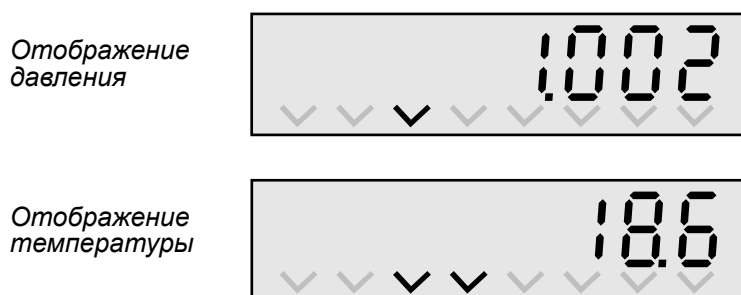

Рисунок 25 Отображение измеренных значений
2.4.3 При проверке работы каналов измерения давления и температуры можно воспользоваться схемой В.11 или В.12 приложения В. Значение давления (значение атмосферного давления при сообщении линии подачи давления с атмосферой) отображается в заданных при конфигурировании прибора единицах, значение температуры отображается в градусах по шкале Цельсия (рис. 25).